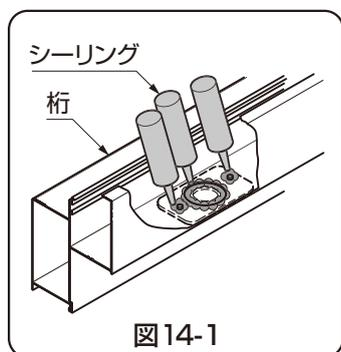
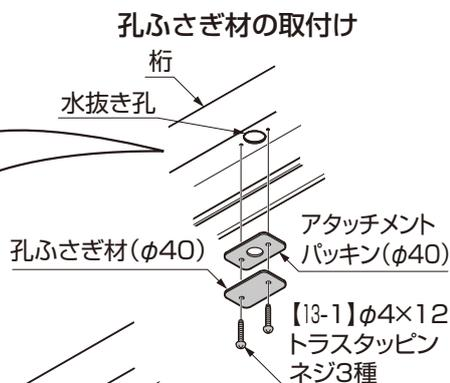

図14-1
図14-2
- アタッチメントまたは孔ふさぎ材取付け後、雨樋部から飛出しているネジの周囲にシーリングをしてください。十分にシーリングしていないと雨漏りの原因になります。(図14-1参照)
- ① 桁とアタッチメント(φ40)の間にアタッチメントパッキン(φ40)をはさみ、【13-1】で図のように取付けてください。
- ② アタッチメント(φ40)に雨樋ジョイナー、丸樋(φ40)、ドレンエルボ(φ40)、丸樋(φ40)、エルボ(φ40)、縦樋(φ40)の順で接合してください。その際、接合部は接着剤で固定してください。
- ③ 両支持柱に下穴φ4.0をあけ、【13-3】でサドル受けを取付けてください。
- ④ 【13-2】でサドルと縦樋(φ40)をサドル受けに取付けてください。
- ⑤ アタッチメントを取付けない桁の水抜き孔に、アタッチメントパッキン(φ40)をはさみ、孔ふさぎ材(φ40)を【13-1】で取付けてください。(図14-2参照)